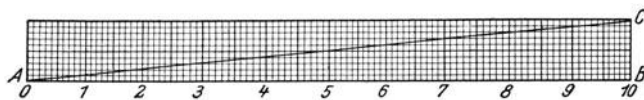

Fig. 10.
**Anleitung.** a) Zeichne auf Millimeterpapier die Strecke  $AB = 10$  cm (Fig. 10) und in  $B$  das Lot  $BC = 1$  cm. Verbinde  $A$  mit  $C$ .